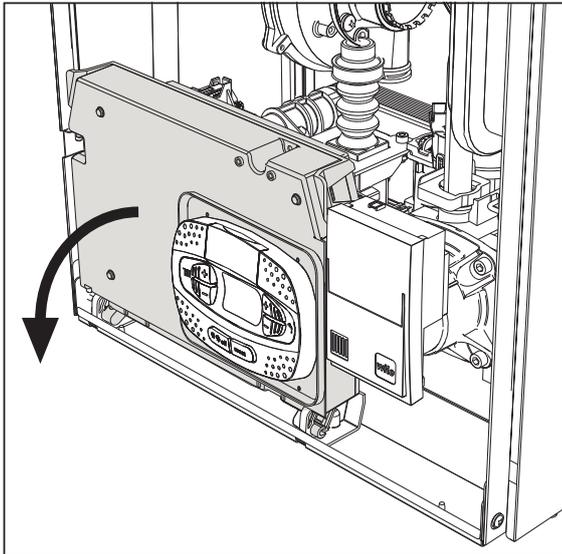
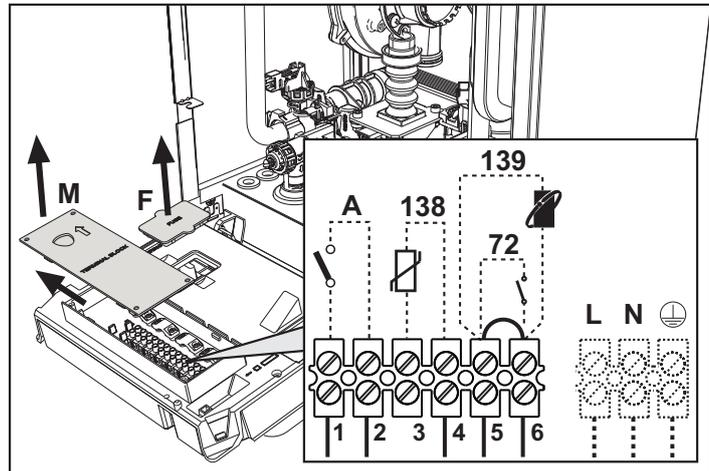

рис. 19
рис. 20
После снятия передней панели (\*\*\*) 'Открытие передней панели' on page 32 (\*\*\*) можно получить доступ к клеммной колодке (M) и предохранителю (F), действуя согласно нижеприведенным указаниям (рис. 19 и рис. 20). Клеммы, указанные на рис. 20, должны иметь чистые контакты (не 230В). Расположение зажимов и их назначение показаны также на электрической схеме на рис. 62.